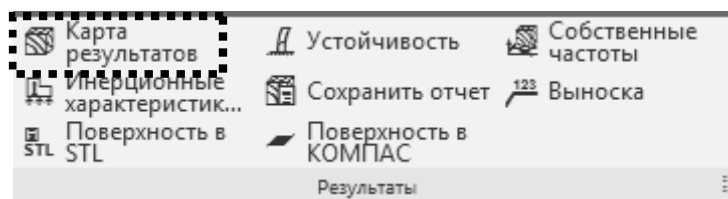

Рис. 16.11. Панель **Результаты**
4.2. По окончании расчета для отображения результатов необходимо открыть в панели **Результаты**, выбрать **Карты результатов** (рис. 16.11).
Для сохранения отчета в виде HTML страницы необходимо выбрать пункт **«Сохранить отчет...»** (рис. 16.11), выбрать папку для сохранения и дать имя файлу.